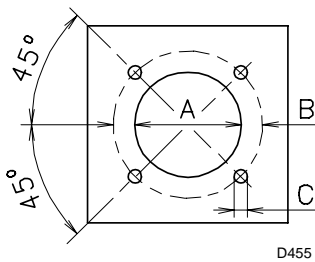

图 9
按 (图 9) 所示，在炉膛锁板上钻孔。
- 将燃烧器整体放置于已操作完成的锅炉安装孔上，见 (图 9)，拧紧随附的螺丝。